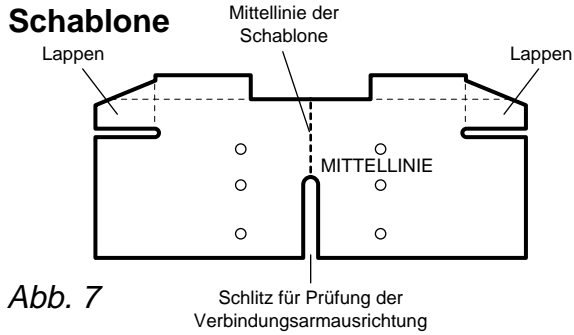

Abb. 7
- Lappen der Schablone nach hinten biegen (Abb. 7).